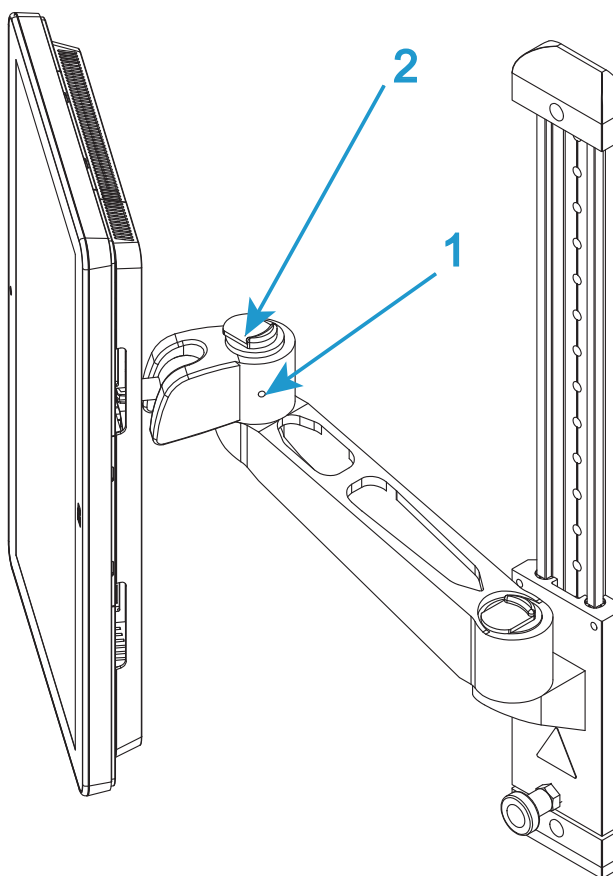
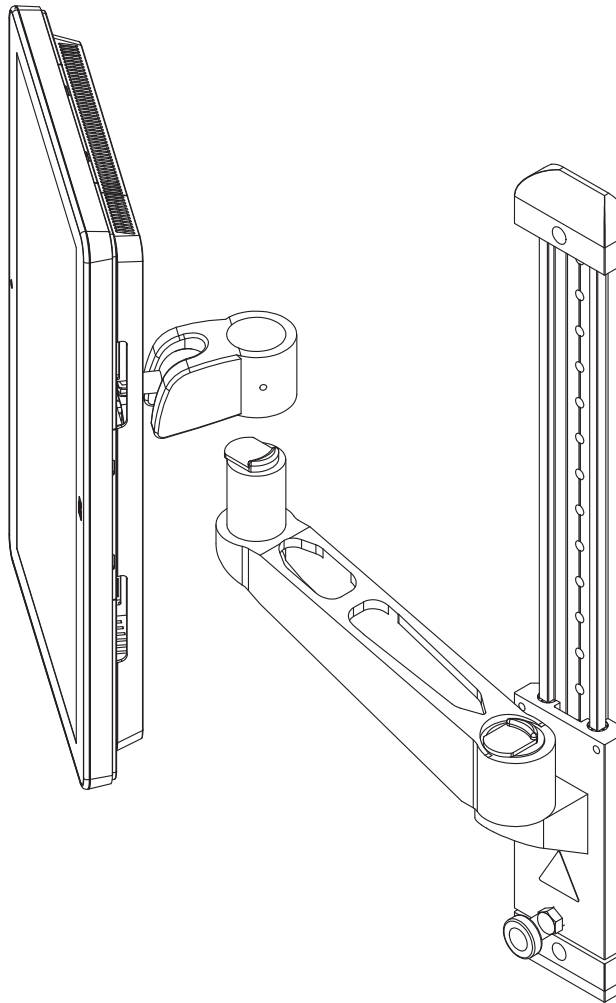

Figure 7. Bras de montage
Figure 8. Soulever pour enlever
3. Si nécessaire, desserrez la vis sur le côté du «coude» sur le bras de montage (1 dans la Figure 7 à la page 46).
4. Actionnez le mécanisme de libération sur le dessus du «coude» (2 dans la Figure 7 à la page 46) et soulevez le Tableau de bord de l'opérateur Bluehill® du bras de montage (Figure 8 à la page 47).